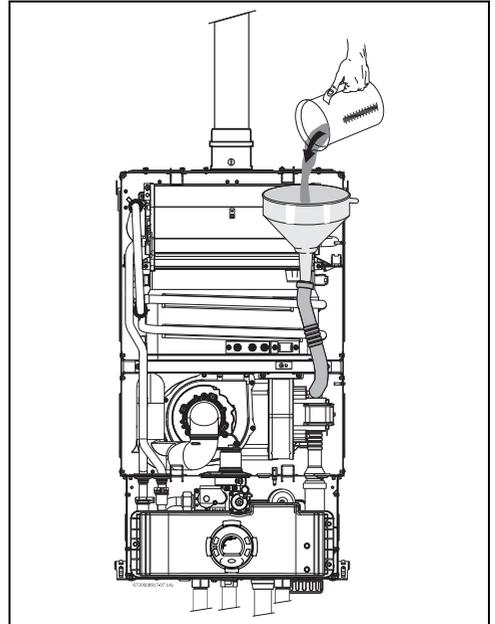

Fig. 58 Llenado del depósito de agua después de la instalación
- ▶ Llenar el depósito de aguas condensadas con aproximadamente 400ml de agua a través del tubo de condensados. Para evitar daños en el aparato utilice un embudo en la extremidad del tubo (consultar Fig. 58).
- ▶ Colocar la caja electrónica en la posición de "Mantenimiento", encajando las aletas en los orificios de la chapa metálica inferior de la caja estanca (consultar Fig.58).